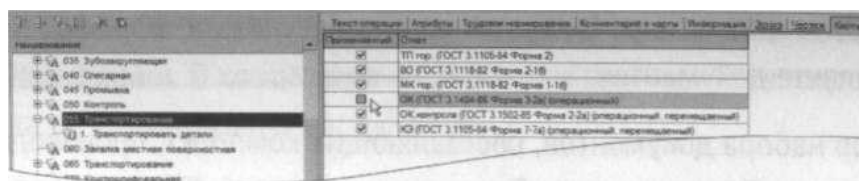

Рисунок 77
31. Снимите галочку напротив строки ОК (ГОСТ 3.1404-86 Форма 3-2а), как показано на рис. 77.